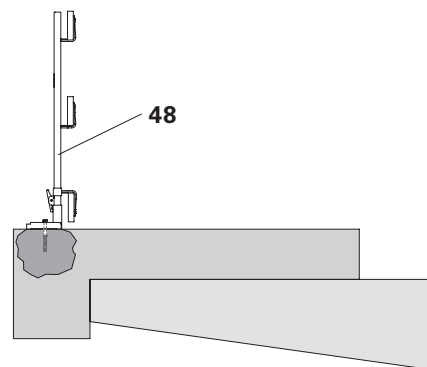

Fig. A2.08
1. Avvitare l'attacco per solaio PDF (49) nella posizione di montaggio con viti di ancoraggio PERI 14 x 150 (70).
2. Spingere il montante parapetto PP (48) completamente nell'attacco per PDF (49) finché il nottolino non si innesta.
3. Inserire le tavole per parapetto (38) e fissarle, ad es. con chiodi o viti per legno.
- (Fig. A2.08 + A2.09)